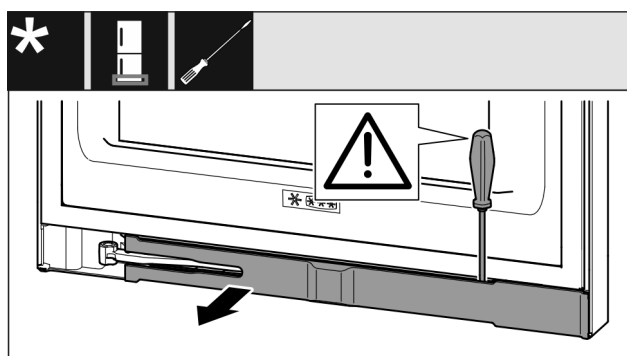

Fig. 14
- Plochým šroubovákem vyjměte záslepku a otočte ji ke straně. (viz Fig. 14)